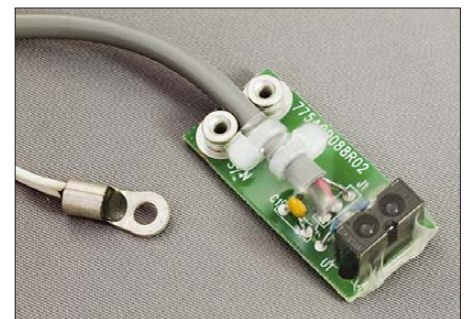

Bild 3: Temperatur- (links) und Drehzahlsensor (rechts)
Diese Dynamik konnten weder Schallplatte noch Hörfunk und auch keine Magnetbandaufzeichnung verarbeiten. Musste früher folglich immer die Dynamik eingeschränkt werden, erlaubte erstmals die Compact Disc (CD) die Speicherung der vollen Dynamik. Bild 3 zeigt die Selektivität gesunder, junger Ohren bei unterschiedlichen Lautstärken.
Bild 3: Das Gehör erreicht einen erheblichen Dynamikumfang. Der Schalldruck zwischen Reiz- und Schmerzschwelle umfasst mehrere Größenordnungen und ist zudem noch frequenzabhängig.